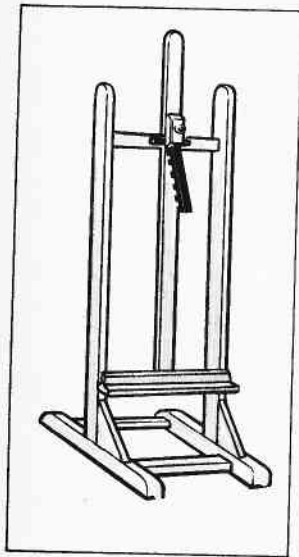

Рис. 24. Стационарный односторонний мольберт.
**Стационарный односторонний мольберт** (рис. 24) предназначен для работы над картинами в условиях мастерской. Изготавливается из древесины хвойных пород, обработанная поверхность мольберта покрыта лаком.